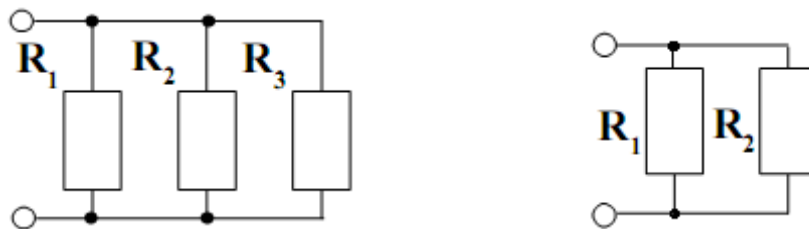

Рис. 9.
Преобразуя формулу (19) найдём эквивалентное сопротивление для параллельного соединения трёх резисторов (рис. 9, а):
Если имеется цепь из двух параллельных резисторов (рис. 9, б) эквивалентное сопротивление будет определяться по формуле: